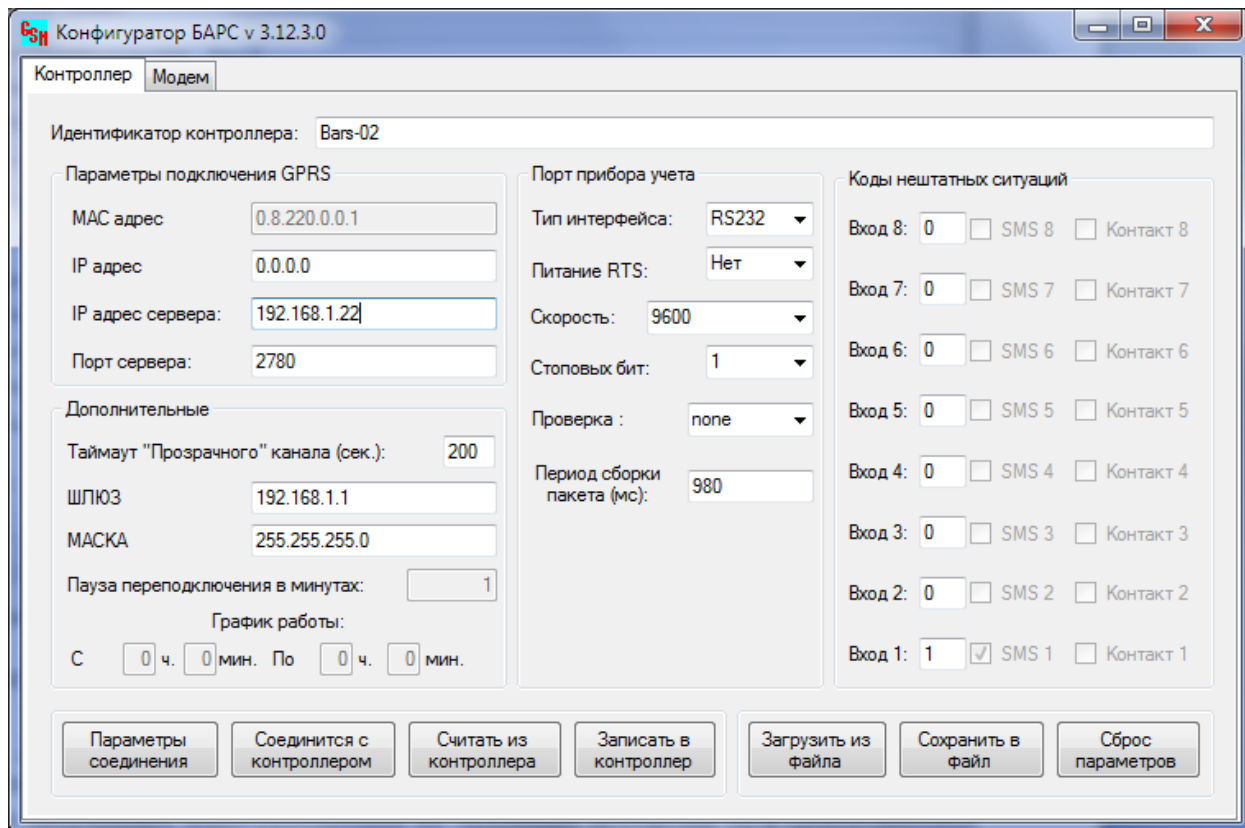

Рисунок 5 – Основное окно программы настройки для **БАРС-02-ПХМ**.
5.5 После подачи блоком звукового сигнала, с задержкой не более 15с нажать кнопку “ОК”. При сообщении об успешном соединении необходимо нажать кнопку “Считать из контроллера”, при этом текущие настройки отобразятся в соответствующих полях. Для **БАРС-02-ПХМ** пользовательский интерфейс представлен на рис. 5.